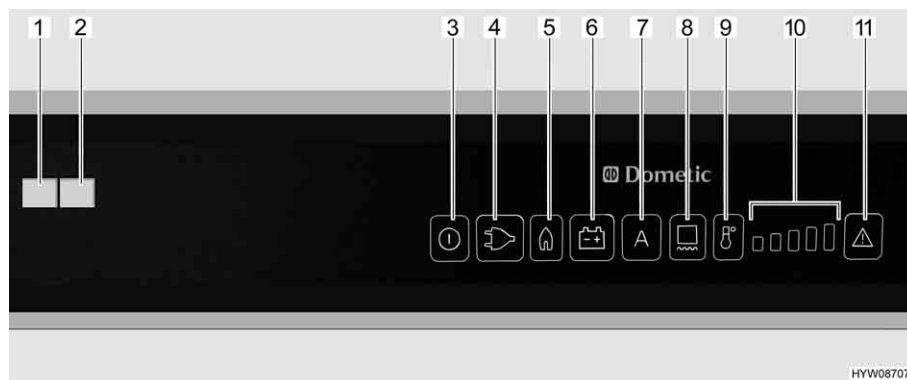

Fig. 128 Elementi di comando per il frigorifero (Dometic RMD)
Se è impostata la modalità di funzionamento "AES", la tensione a 230 V **non** è allacciata e il motore del veicolo è **spento**, il sistema AES seleziona il rifornimento di gas. Selezionando il funzionamento a gas, il dispositivo di sicurezza si apre automaticamente, così che il gas possa fluire al bruciatore. Contemporaneamente si inserisce l'accenditore elettronico. Se la fiamma del gas si spegne, p. es. a causa di un colpo di vento, l'accenditore viene subito azionato riaccendendo il gas. In caso di guasto del funzionamento a gas, lampeggiano i tasti luminosi "Gas" (Fig. 128,5) e "Guasto" (Fig. 128,11). La spia di controllo "Guasto" (Fig. 128,1) è accesa e viene emesso un allarme acustico per 20 secondi.
Dopo l'accensione il frigorifero seleziona automaticamente la regolazione intermedia del termostato. Questa regolazione può essere modificata manualmente tramite il tasto di selezione del livello di temperatura (Fig. 128,9). Le spie di controllo (Fig. 128,10) indicano la temperatura selezionata sul termostato. Il tasto di selezione del livello di temperatura permette di regolare la temperatura di refrigerazione per tutti e tre i tipi di energia. Ci vogliono alcune ore prima che il frigorifero raggiunga la temperatura normale di esercizio. Cambiando la modalità di funzionamento la regolazione del termostato non viene modificata. La temperatura di refrigerazione è indipendente dal tipo di energia utilizzata.
- Accendere il riscaldamento del telaio per 2 ore: Premere una volta il tasto (Fig. 128,8). Sull'indicazione dei gradi di temperatura (Fig. 128,10) si accende una barra.
- Accendere il riscaldamento del telaio per 5 ore: Premere due volte il tasto (Fig. 128,8). Sull'indicazione dei gradi di temperatura (Fig. 128,10) si accendono due barre.
- Regolazione del riscaldamento del telaio ad esercizio continuo: Premere tre volte il tasto (Fig. 128,8). Sull'indicazione dei gradi di temperatura (Fig. 128,10) si accendono tre barre.
L'indicazione dei gradi di temperatura (Fig. 128,10) indica per alcuni secondi la durata di esercizio del riscaldamento del telaio.
Nel caso di temperature esterne ed umidità dell'aria elevate è possibile che si formino gocce d'acqua sul telaio in metallo del vano congelatore. Per questo motivo il frigorifero è dotato di un riscaldamento del telaio per il vano congelatore. Nel caso di temperature e umidità dell'aria elevate, accendere il riscaldamento del telaio con il tasto (Fig. 128,8). È possibile così evitare fenomeni di corrosione. Quando il riscaldamento del telaio è acceso, si accende il tasto luminoso (Fig. 128,8).
- Premere il tasto On/Off (Fig. 128,3) per circa 2 secondi. Il frigorifero si accende e viene visualizzato l'ultimo tipo di energia impostato, oppure "AES".
- Impostare la temperatura di refrigerazione con il tasto di selezione del livello di temperatura (Fig. 128,9). Le spie di controllo (Fig. 128,10) indicano la temperatura selezionata sul termostato.
- Premere il tasto On/Off (Fig. 128,3) per circa 2 secondi. Il frigorifero si spegne e le indicazioni smettono di lampeggiare.